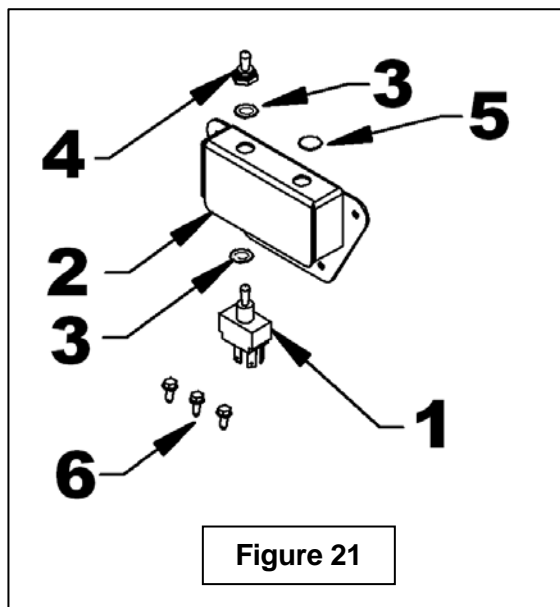

Figure 21
7. **Figure 21:** Insérer l'interrupteur (item 1) dans le boîtier (item 2), fixer avec les deux écrous (items 3) fournis avec l'interrupteur et visser le capuchon de caoutchouc (item 4) dans l'ordre illustré. Insérer le bouchon de plastique (item 5) dans le trou libre du boîtier (si nécessaire).
8. **Figure 21:** Installer le boîtier d'interrupteur à un endroit qui permettra un accès facile lors de l'opération de la souffleuse. Bloquer à l'aide de trois vis auto-perçantes #10 x 1/2" (item 6). Laisser un trou libre pour installer le fil de mise à la terre. Éviter d'installer le boîtier où il y a déjà des fils, cela pourrait les endommager.